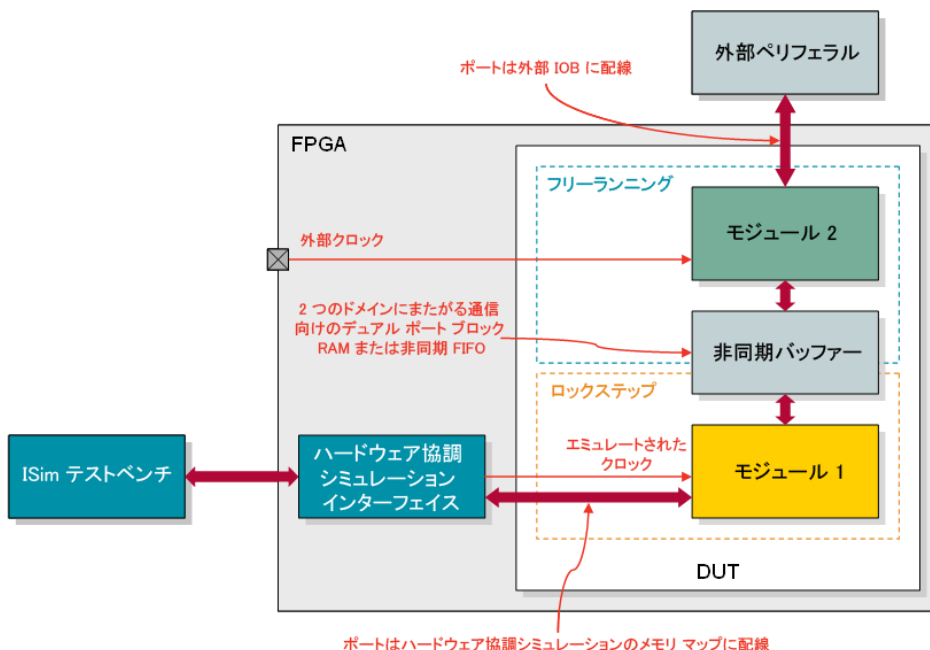

図 8-4 : ロックステップ方式とフリー ランニング方式の適用箇所
1. ISim シミュレーションとロックステップ方式で実行するデザイン箇所およびフリー ランニングになる箇所を決定します。89 ページの図 8-4 は、このコンセプトを簡単に示しています。